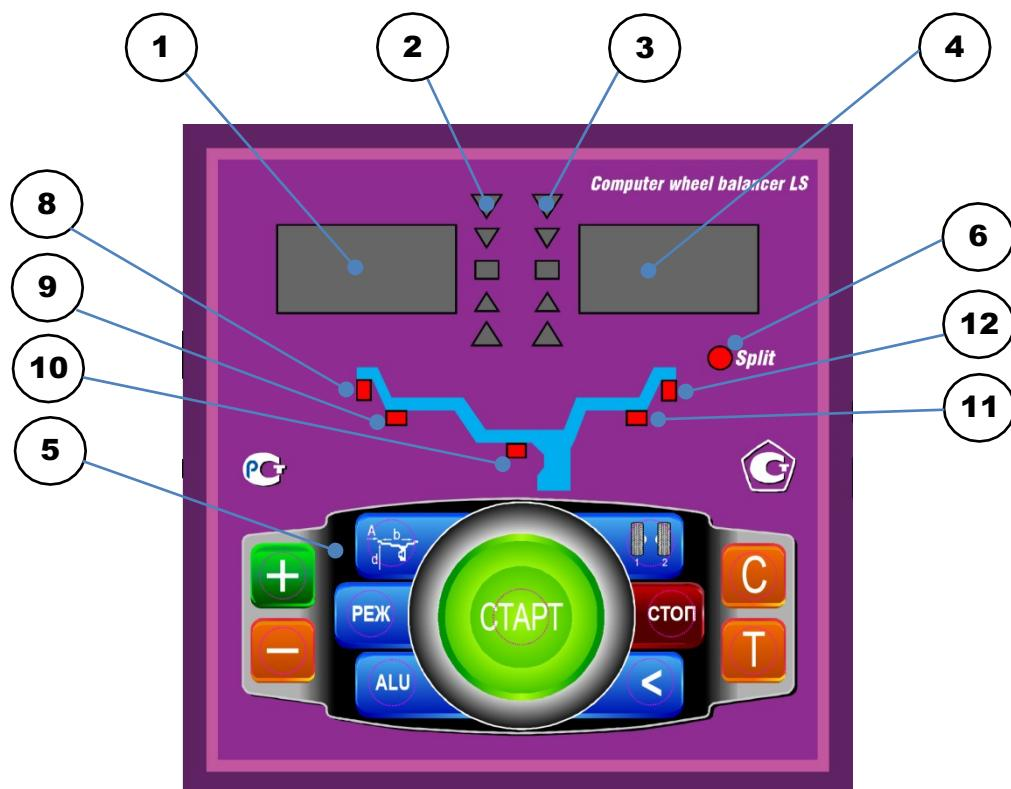

рис.8.1.
8.1. Общий вид лицевой панели показан на рис. 8.1.
При выдвижении штанги на индикаторах 1 (рис. 8.1) отображается значение параметра "A". Значение параметра "d" отображается на индикаторах 4.
Для ввода ширины нажмите кнопку "+" или "-" на индикаторах 1(рис.8.1) вы светится "-b-", а на индикаторах 4 значение ширины диска. Через 2-3 сек после установки ширины индикаторы в режим отображения текущего дисбаланса.
Дважды нажать кнопку "A, d, b", после чего на индикаторах 1 (рис.8.1) загорается символ "A", а на индикаторах 4 исходная величина дистанции. Нажимая кнопки "-" и "+" установить на индикаторах 4 требуемую величину дистанции. Через 2-3 сек после установки дистанции показания на индикаторах 1 и 4 возвращаются к отображению текущего дисбаланса, а кнопки "-" и "+" возвращаются в режим ввода ширины обода.
11.1. Переключение схем ALU1-ALU5 осуществляется последовательным нажатием кнопки "ALU" при этом схема установки грузов отображается загоранием соответствующих светодиодов 8-12 (рис.8.1), кроме того, на индикаторах 1 отображаются символы ALU, а на индикаторах 4 номер 1-5. Через 2-3 сек. после установки требуемой программы ALU индикаторы 1-4 переходят в режим отображения дисбаланса.
12.3. Для входа в программу Split удерживайте кнопку РЕЖ, до того, как загорится светодиод 6 (рис.8.1) и на индикаторах 1 загораются символы "SPn", означающие, что необходимо ввести число спиц обода колеса, подлежащего балансировке. При этом на индикаторах 4 загорается цифра 5. Если число спиц колеса отличается от 5, кнопками "-" и "+" установить на индикаторах 4 фактическое число спиц колеса.
12.4. Запустите СБ. После остановки вала установите любую спицу обода колеса вертикально вверх (на 12 часов) и нажмите кнопку С. После чего, на индикаторе 1 и линейке 2 (рис.8.1) будут указаны величина и место установки корректирующего груза на внутренней плоскости.
Эта функция обеспечивается тем, что каждый раз при вводе новых геометрических параметров и установке требуемой программы ALU, предыдущее состояние запоминается. Для перехода от одного набора параметров к другому необходимо нажать кнопку "1-2". Визуальный контроль того, какие параметры установлены в данный момент, осуществляется нажатием "А, d, b" на индикаторах 4 (рис.8.1) будут последовательно отображены, установленные в данный момент диаметр, ширина обода и дистанция.
14.1. При включении тумблера питания СБ на индикаторах 1 (рис. 8.1) высвечивается трёхзначное число -номер версии программного обеспечения. Через 2-3 сек на индикаторах 1 и 4 должны загореться нули, кроме того должны загореться светодиоды 8 и 12, что свидетельствует о включении режима стандартной балансировки с установкой на обеих плоскостях коррекции грузиков на пружинках. На линейках 2 и 3 (рис. 8.1) должны загореться центральные светодиоды.
14.2. При включении СБ программа измерения дисбаланса настраивается таким образом, что дисбаланс менее 8 г ( заводская установка для легкового режима) на любой плоскости коррекции не показывается, в этом случае на индикаторах 1 и 4 (рис. 8.1) высвечиваются "0". Минимальный дисбаланс отображающийся на индикаторах 1 и 4 равен 8г. Дисбаланс, превышающий 8г, округляется до величины кратной 5, т. е. дисбаланс 9, 10, 11 и 12 г отображается цифрой 10, дисбаланс 13, 14,15, 16 и 17 г - цифрой 15 и т. д. Для просмотра неокруглённого значения дисбаланса или дисбаланса менее 8г. необходимо нажать кнопку "<", при этом на индикаторах 1 и 4 на 2-3 сек высвечиваются фактические значения дисбаланса, определённые в данном запуске.